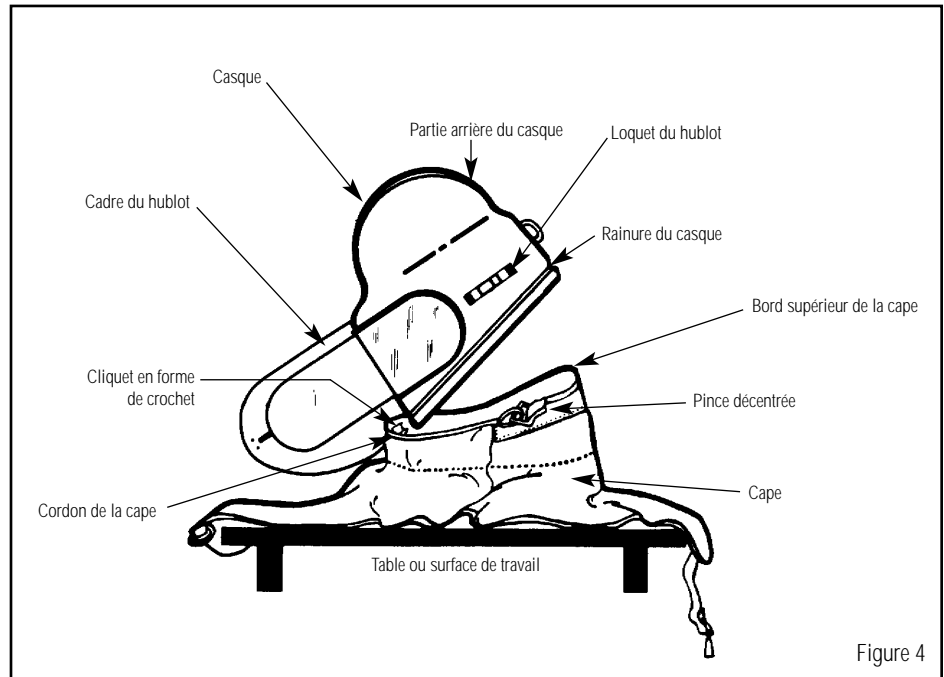

Figure 4
2. Retirez la cape du casque en soulevant une pince décentrée et en dégageant la cape de la rainure du casque (figure 4).
1. Placez la cape sur une table ou une surface de travail (figure 4).
3. Alignez le cliquet en forme de crochet de la cape avec la partie centrale avant du casque (figure 4). Le cliquet doit s'engager fermement sous le bord avant inférieur du casque.